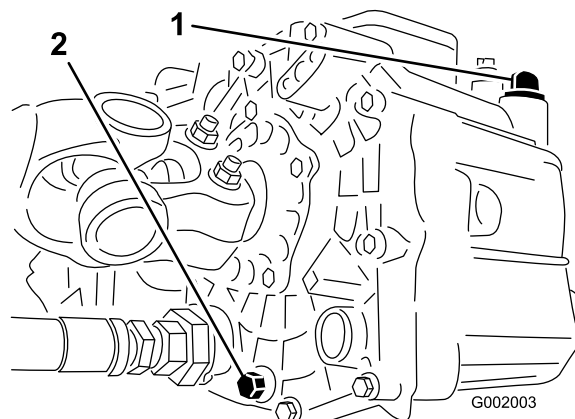

図 67
3. 油圧オイル・タンクの側面にあるドレン・バルブをゆるめ、流れ出すオイルを容器に受ける(図 67)。